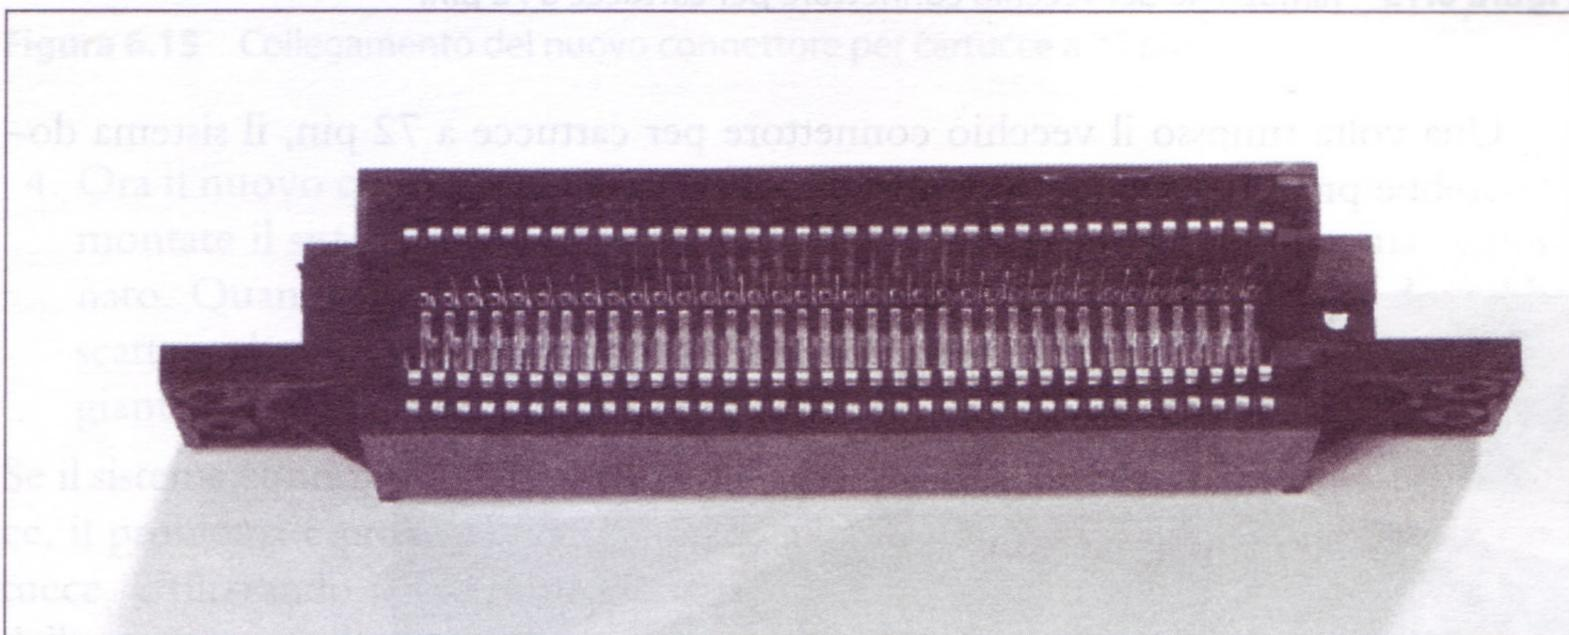

Figura 6.12 Un nuovo connettore per cartucce a 72 pin per la prima versione di NES.
- un nuovo connettore per cartucce a 72 pin (Figura 6.12).